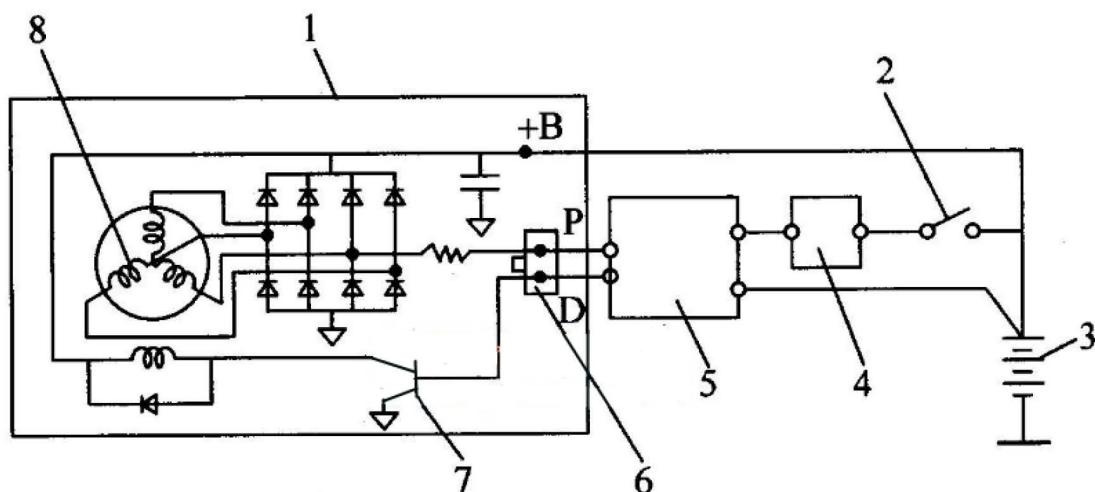

图 1
- 4) . 该车充电系统电路图 1 所示，“+B”为发电机的输出接线柱，在发动机运行时给全车供电。发电机插接器端子 P 从发电机三相定子绕组中的一相引出，PC 根据此端子信号控制充电指示灯亮灭和输出脉宽调制信号。发电机插接器端子 D 与功率晶体管的基极相连，PCM 利用脉宽调制信号来控制功率晶体管的导通和截止，从而控制发电机的励磁电流，调节发电机的输出电压。当发电机插接器端子 P 的信号电压不符合标准时，PCM 即判定充电系统出现故障，停止向发电机插接器端子 D 输出脉宽调制信号并点亮充电指示灯。